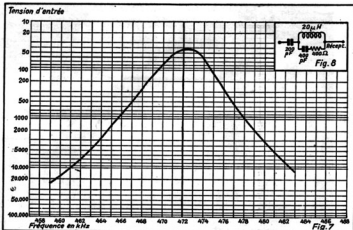

Fig. 7. — Courbe de résonance M. F. — Fig. 8. — Antenne fictive.
f) Relevé des courbes de résonance. — On mesure les sensibilités correspondant à des fréquences voisines et situées à droite et à gauche de la fréquence de résonance. La figure 7 montre la courbe qui a été relevée pour l'amplification M.F. de notre récepteur.